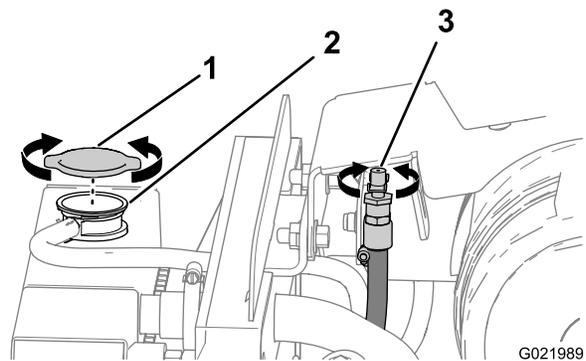
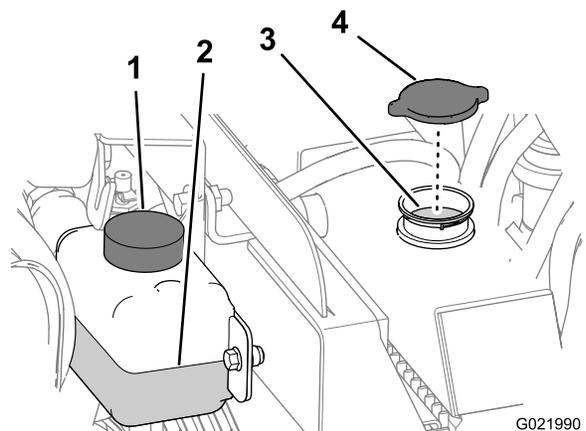

Figura 78
Figura 79
4. Abra a válvula de respiro do motor (Figura 78).
5. Retire a tampa do tubo de enchimento do radiador e verifique o nível do líquido de arrefecimento (Figura 78 e Figura 79).
6. Se o nível de líquido de arrefecimento estiver baixo, adicione líquido até beirar o fundo do tubo de enchimento (Figura 79).
2. Retire a tampa do radiador (Figura 78 e Figura 79).
- B. Abra a válvula de respiro (Figura 78).
- A. Abra a válvula de respiro (Figura 78).
1. Retire a tampa do radiador (Figura 78 e Figura 79).
2. Abra a válvula de respiro (Figura 78).